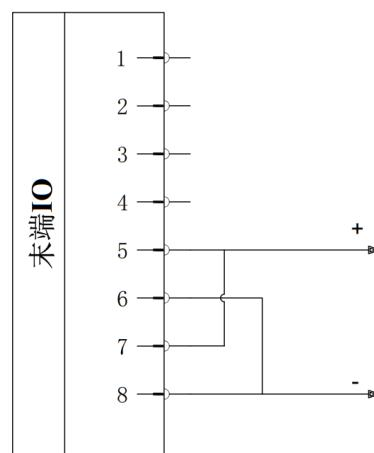

图 6-27 双针模式 2 接线
- 2) 接线方法: 如图 6-27, 将电源线 (5 灰色) 与 TI1/TO1/PWR1 线 (7 蓝色) 连接, 接地线 (8 红色) 与 TI0/TO0/GND1 线 (6 粉红色) 连接。